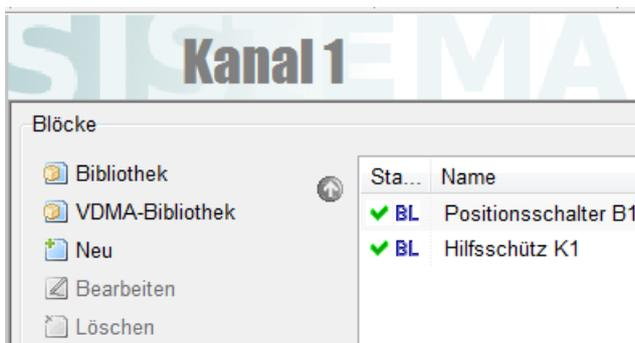

Abbildung 16: Schaltfläche „VDMA-Bibliothek“ in der Listenansicht der Blöcke
- die Schaltfläche „VDMA-Bibliothek“ in den verschiedenen Listenansichten der SISTEMA-Objekte Subsysteme, Kanäle, Blöcke oder Elemente (Beispiel siehe Abbildung 16 für Blöcke im Kanal 1)